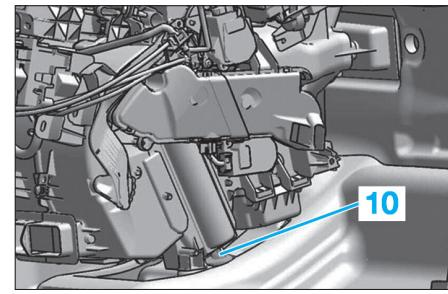

Fig. 31
- la vis (6),
- la plaque de maintien (7),
- le caoutchouc d'étanchéité (5),
- la vis (4) et sa rondelle.
- Dans l'habitacle, à droite du boîtier de chauffage, désaccoupler et écarter le tuyau (10) (Fig.31).